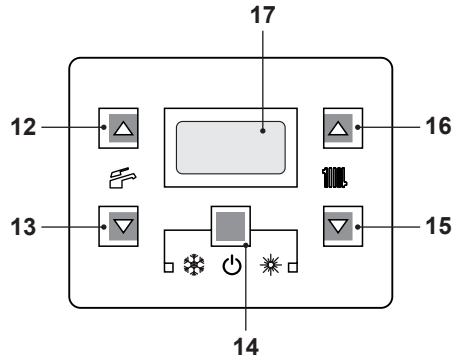
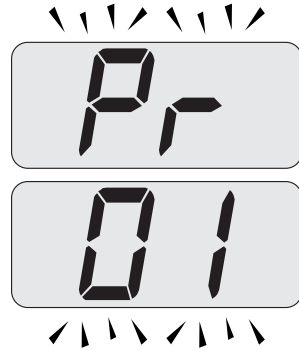
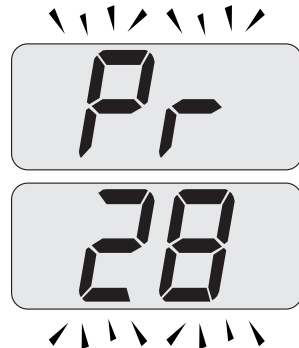
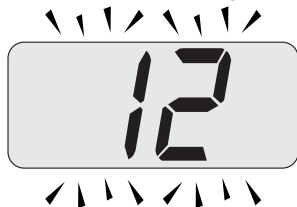

Figura 9.1
Figura 9.2
Figura 9.3
Figura 9.4
- Entrare in "modalità programmazione" premendo contemporaneamente per 10 secondi i tasti 14 - 15 - 16 (Figura 9.1) fino a far apparire sul display LCD le lettere **Pr** che si alternano con il codice **01**, indicanti l'entrata nel "parametro 01" (Figura 9.2).
- Scorrere i vari parametri utilizzando i tasti 15 o 16 fino a far apparire sul display LCD le lettere **Pr** che si alternano con il codice **28**, indicanti l'entrata nel "parametro 28" (Figura 9.3).
- Premere contemporaneamente i tasti 14 e 16 (Figura 9.1) fino a far apparire sul display LCD il valore del parametro 28 (es. **12** valore di default) (Figura 9.4).
- Premendo il tasto 14 (Figura 9.1) si ottiene la conferma del valore inserito.
- Premendo contemporaneamente i tasti 14 e 15 (Figura 9.1) si esce senza modificare il valore (ritorno alla lista parametri Figura 9.3).
- Premendo contemporaneamente per 10 secondi i tasti 14 - 15 - 16 (Figura 9.1) si esce dalla "modalità programmazione".